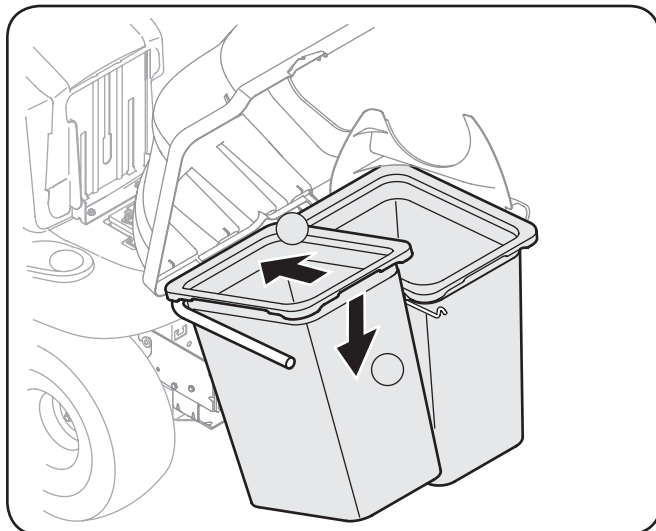

Figure 4-18
8. Installez les deux assemblages de sacs avec les côtés du grillage serrés faisant face vers l'avant, sur les supports de fixation des sacs en insérant d'abord le bord avant, comme illustré à la figure 4-18 et en déposant le bord arrière jusqu'à ce qu'il s'insère dans l'assemblage.